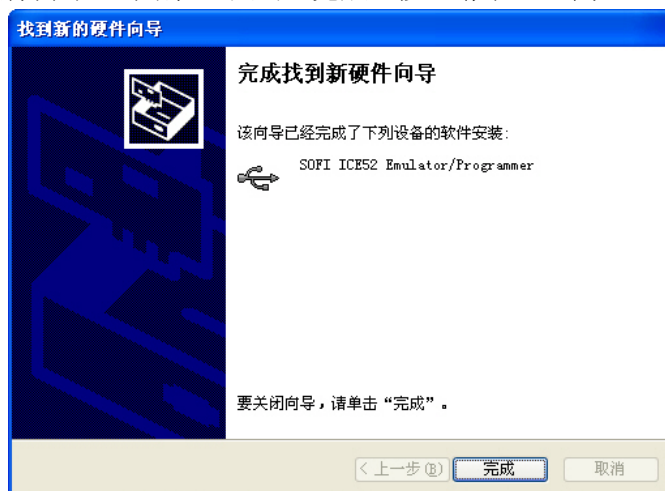

图 2.18
7) 弹出“完成找到新硬件向导”对话框, 点击“完成”按钮 (图 2.18);